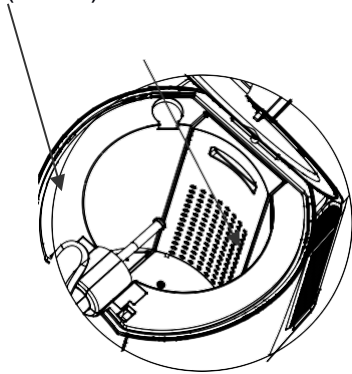

Figura 5
5. Mettere 800ml di acqua nella cavità di raffreddamento o versare l'acqua fino al segno max (Vedi figura 5) (Può funzionare senza acqua, ma non al massimo delle sue prestazioni)